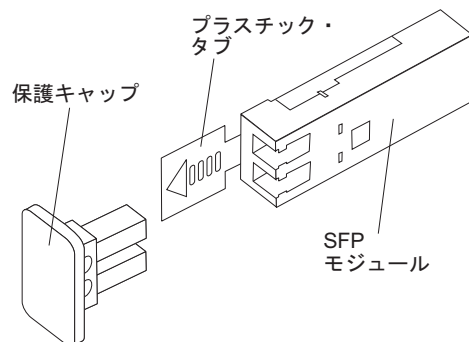

図 57. SFP モジュールと保護キャップ
- b. 図 57 に示されているように、SFP モジュールから保護キャップを取り外します。将来の利用に備えて、保護キャップを保管しておきます。